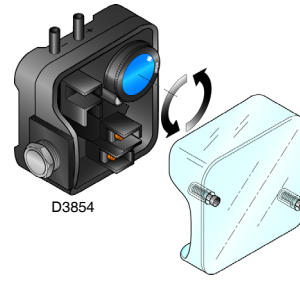

Fig. 25
- Regular el presostato de aire (Fig. 25) en el inicio de la escala.